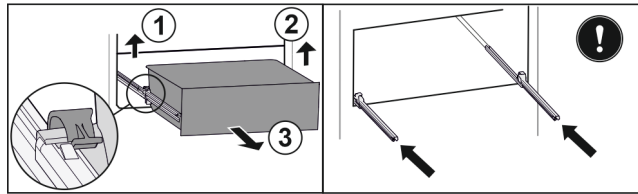

Fig. 242
- ▶ Приподнимите левый зажим и одновременно вытяните движением вперед выдвижной ящик слева. Fig. 242 (1)
- ▶ Приподнимите правый зажим и одновременно вытяните движением вперед выдвижной ящик справа. Fig. 242 (2)
- ▶ Извлеките выдвижной ящик движением вперед. Fig. 242 (3)